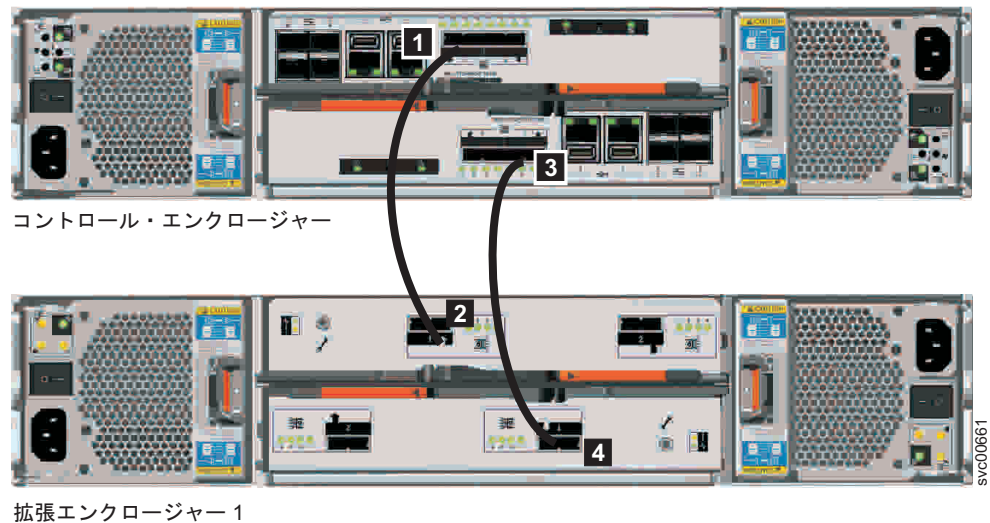

図 45. コントロール・エンクロージャーへの拡張エンクロージャーの取り付け
2. コントロール・エンクロージャーの SAS ケーブルを最初の拡張エンクロージャーに接続します (61 ページの図 45 を参照)。保護エンド・カバーを取り外します (必要な場合)。最初の拡張エンクロージャーはコントロール・エンクロージャーの下にあります。